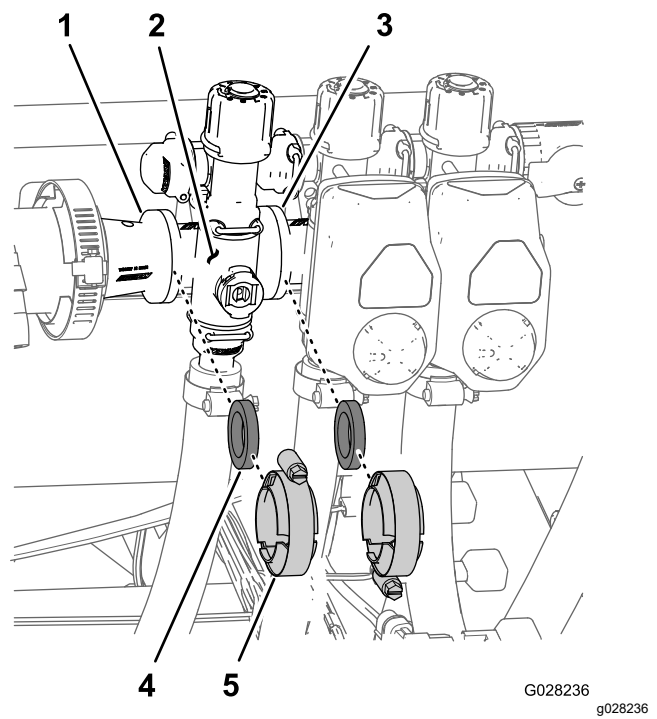

Figura 74
1. Remova as braçadeiras e juntas que prendem o coletor da válvula de seção (Figura 74) à válvula de seção adjacente (se for a válvula de seção esquerda e o acoplamento do reductor).